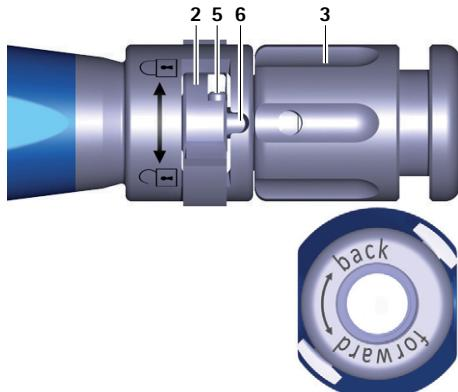

Abb. 1 Nahansicht Einsetzinstrument, Schalter offen
- ▶ Drehmutter 3 am Einsetzinstrument A gegen den Uhrzeigersinn (Richtung "forward") drehen, um Stange 6 nach vorn zu schieben, siehe Abb. 1.
- ▶ Schalter 2 nach links drehen (Richtung ⌂), siehe Abb. 1.
- Schalter **2** nach links drehen (Richtung ⌂), siehe Abb. 1.
- ▶ Position zum Ankoppeln des Einsetzinstruments A prüfen, siehe Abb. 1.
- ▶ Drehmutter 3 gegen den Uhrzeigersinn (Richtung "forward") drehen, um Stange 6 nach vorn zu schieben, siehe Abb. 1.